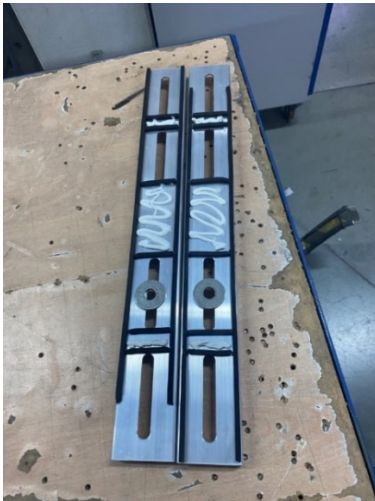

Bild 1
2. Die Kühlmaschine muss nun gegen abrutschen nach unten gesichert werden. Dazu werden die Montagebleche innen mit dem Klebstoff Kömmerling Körapur 140 (siehe Bild 1) zusätzlich aufgeklebt (Vorbehandlung: Reinigung mit Aceton/Bremsenreiniger). Für das untere Loch wird eine Scheibe (nur wenn die Montagebleche oben auf einem etwaigen Innenwinkel aufliegen) zwischen Montagebleche und Aufbauwand zum Höhenausgleich eingelegt (siehe Bild 1+3). Liegen die Montagebleche oben nicht auf einem Innenwinkel auf, entfallen die Ausgleichsscheiben.